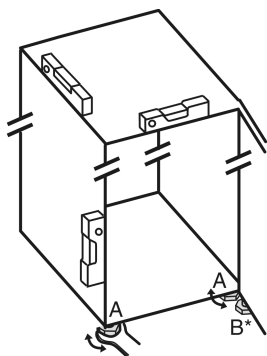

Fig. 5
- ▶ Extrageți prin rotire picioarele reglabile Fig. 5 (A) cu cheia fixă atașată și cu ajutorul unei nivele cu apă, până când aparatul este fix și aliniat plan.
- ▶ Extrageți prin rotire piciorul reglabil Fig. 5 (B) de la suportul de lagăr cu cheia fixă atașată, până când acesta atinge solul.
- ▶ Continuați să rotiți piciorul reglabil Fig. 5 (B) cu 90°.